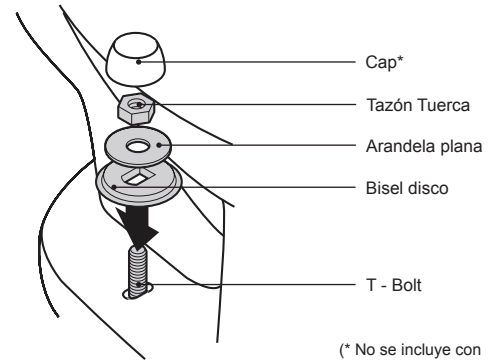

Figura 6
- ❶ Coloque las piezas siguientes en el T-perno en el orden indicado (Figura 6):